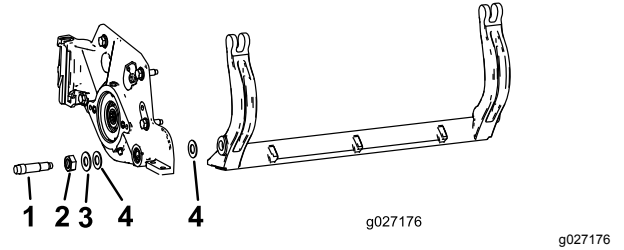

图31
**注意** 取下底刀架 图31 两端的 2 个尼龙垫圈和 1 个冲压钢垫圈。
**注意** 将尼龙垫圈放在侧板凸起的一侧。在两个尼龙垫圈的外侧各放一个钢垫圈 图31。
**注意** 内侧的垫圈可能有空隙图31。